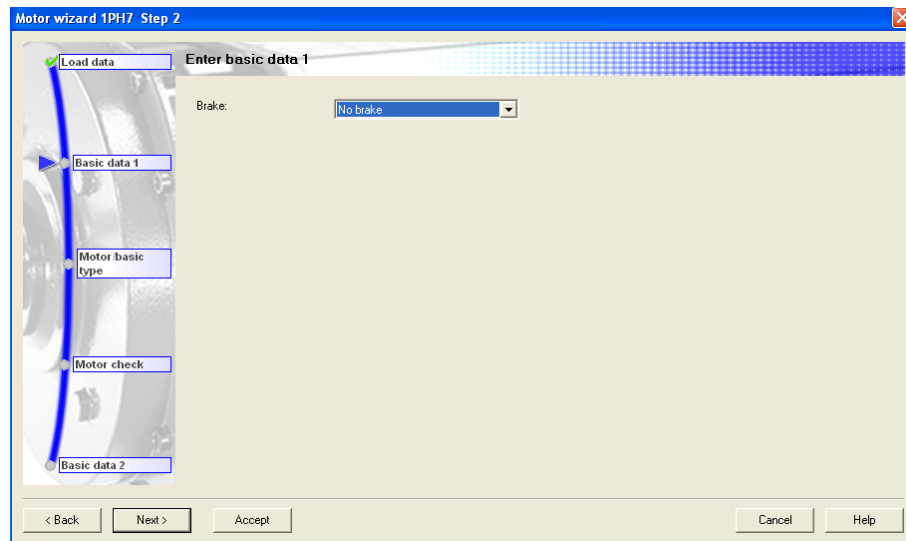

Figura 3.2.82 “Basic data 1”
Paso 2 *Basic data 1* (figura 3.2.82): en este paso Sizer ofrece la posibilidad de incluir en la configuración un freno de seguridad, en este caso no es necesario.